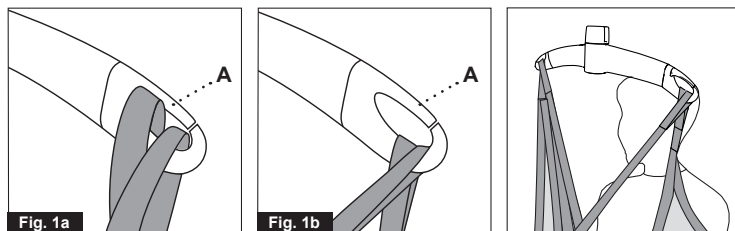

**Fig. 1**
**Fare attenzione quando si collegano le cinghie di sollevamento dell'imbragatura ai ganci. Controllare che le cinghie siano state collocate correttamente nei ganci della barra di sollevamento. Quando si preme il tasto sulla pulsantiera per sollevare l'utente, controllare nuovamente che tutte le cinghie restino posizionate correttamente nei ganci della barra di sollevamento (Fig. 1).**